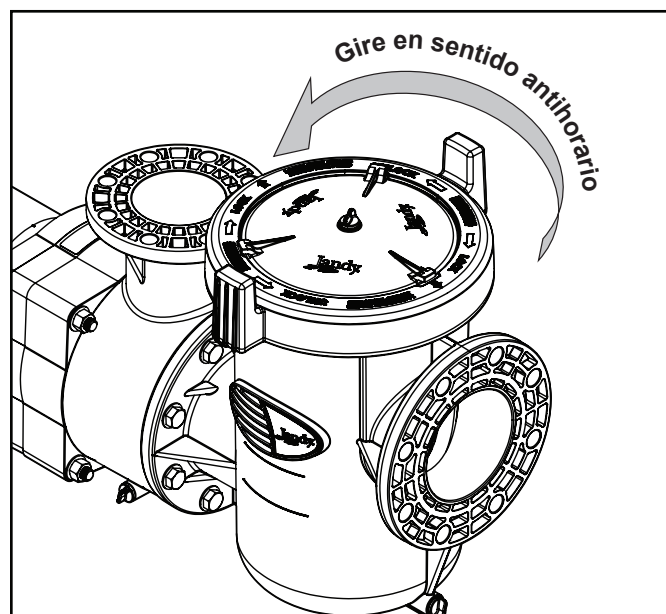

Figura 8. Desconectar el anillo de bloqueo
4. Verifique que haya instalada una sección de tubo recto, con un largo de cinco veces su diámetro, entre el lado de succión de la bomba y el primer codo. Consulte la Figura 8.
5. Siga las marcas en el anillo de bloqueo. Con las dos manijas, gire lentamente el anillo de bloqueo en sentido antihorario hasta que la tapa y el anillo de bloqueo se separen del alojamiento de la bomba. Consulte la Figura 8.